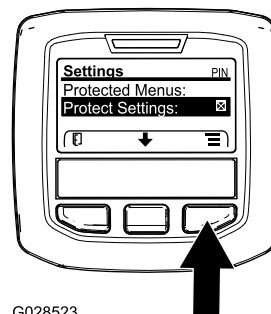

図 41
1. 保護メニューにアクセスし、サブメニューのロックを解除する 図 41 アクセス制限付きメニューへのアクセス \(ページ 22\)を参照。